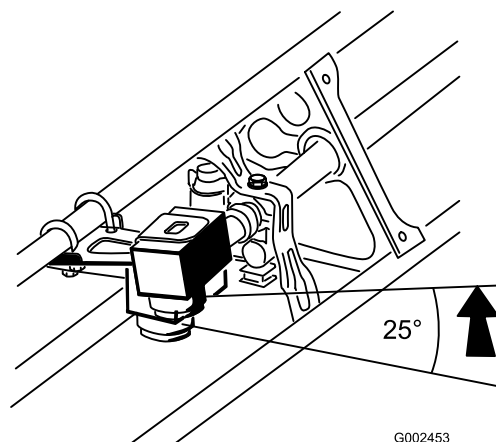

Figure 3
- Pivotez le capteur et le tube de protection vers le haut, à environ 25 degrés au-dessus d'un plan parallèle au sol, puis serrez tous les contre-écrous sur les étriers filetés pour fixer le capteur et le tube de protection (Figure 3). Le tube de protection doit rester au-dessus du capteur lorsque le réglage est terminé.